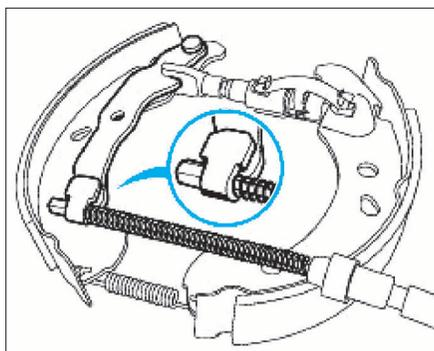

FIG. 14
- les agrafes de maintien latéral des segments (4).
- les ressorts de rappel supérieur (2) et inférieur (1).
- Contrôler le bon positionnement du câble de frein de parking sur le levier de frein de parking (Fig.14).